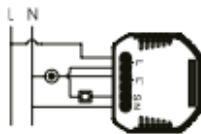

Рисунок 2.1
- с одним выключателем [см. рисунок 2.1];